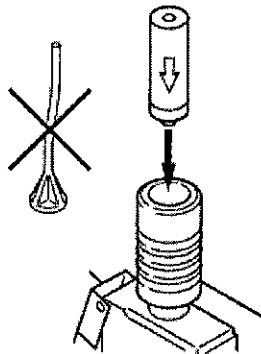

Figura 3: Instale el cartucho de aceite
3. Tire del tapón, retírelo del cartucho de aceite e instale el cartucho en la aceitera coaxial en línea. Remítase a la flecha del cartucho para la orientación adecuada para la instalación (figura 3).